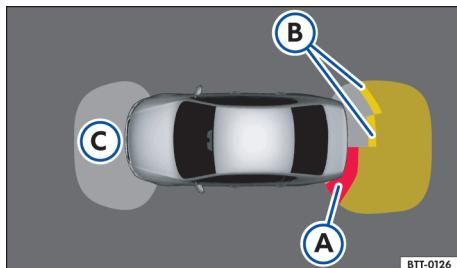

图 125 前后可视驻车系统屏幕显示：① 在碰撞范围内识别到障碍物。② 在扇段区域内识别到障碍物。③ 汽车前方的探测区域。
识别障碍物的区域在汽车前方距离约 120 cm，在侧面 ⇒ 图 125 ③ 和 ② 距离约 60 cm。在汽车后方探测距离约 160 cm 的区域，在侧面探测距离约 60 cm 的区域。